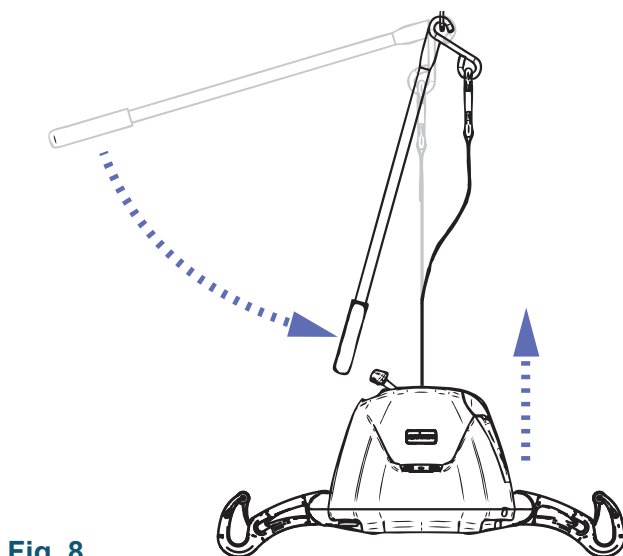

Fig. 8
2. Une fois le Reacher en position verticale, attraper la poignée et le décrocher du chariot. Voir fig. 8.